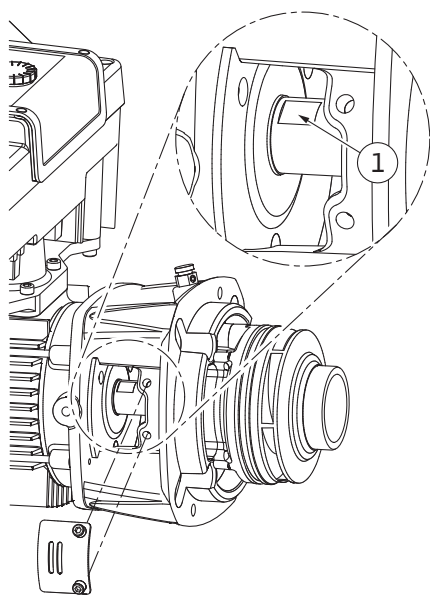

Fig. 106: Atslēgas virsmas uz vārpstas
14. Starpkorpusa lodziņā ievietojiet uzgriežņu atslēgu (SW22 mm) un pieturiet vārpstu ar atslēgas virsmām (Fig. 106, 1. poz.). Izskrūvējiet darba rata uzgriezni (Fig. I, 22. poz.). Darba rats (Fig. I, 21. poz.) tiek automātiski noņemts no vārpstas.
3. Starpkorpasa lodziņā ievietojiet uzgriežņu atslēgu (SW22 mm) un pieturiet vārpstu ar atslēgas virsmām (Fig. 106, 1. poz.).
10. Starpkorpasa lodziņā (Fig. IV, 38. poz.) ievietojiet uzgriežņu atslēgu (SW32 mm) un pieturiet vārpstu ar atslēgas virsmām (Fig. 106, 1. poz.). Piemontējiēt darba ratu ar paplāksni(-ēm) un uzgriezni. Pievelciēt uzgriezni. Raugiet lai gala blīvējums nesagriežtos un netiktu bojāts.